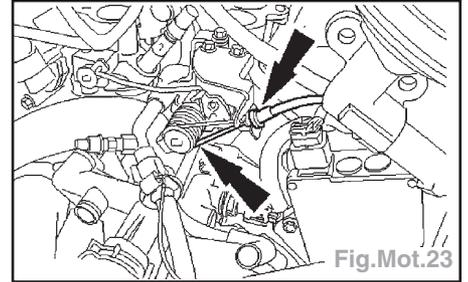

Fig.Mot.23
- Détacher le câble de système de commutation des tubulures d'admission (IMRC) du boîtier de papillon (Fig.Mot.23).